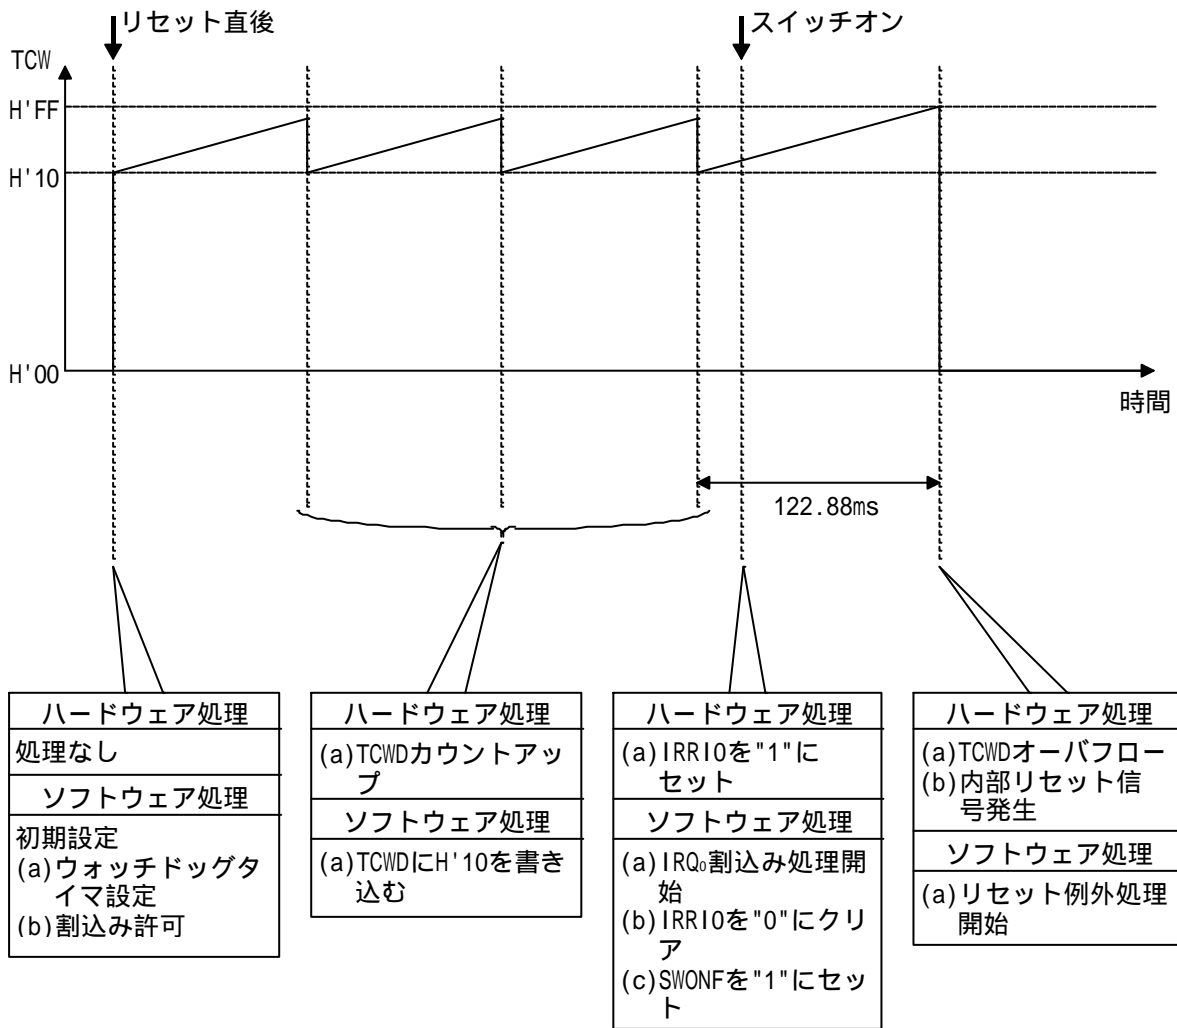

図3 ウォッチドッグタイマ機能によるウォッチドッグ動作原理
(1) 図3に動作原理を示します。図3に示すようなハードウェア処理、およびソフトウェア処理によりウォッチドッグタイマ機能によるウォッチドッグ動作を行ないます。